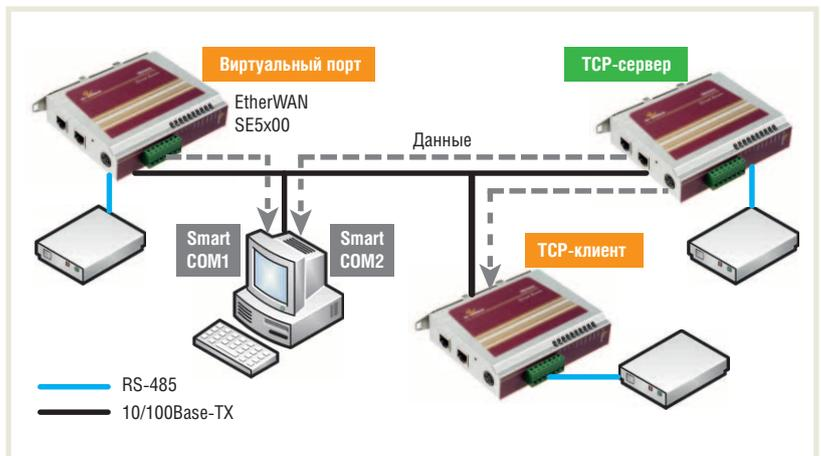

Рис. 6. Использование режима Virtual COM при соединении SPI по Ethernet
**Режим виртуального порта (Virtual COM) предназначен для работы с последовательными интерфейсами на рабочих станциях без использования аппаратного COM-порта.** Смысл в том, что с помощью утилиты Хпорт в операционной системе программно создаётся COM-порт, который можно использовать как аппаратный. Сам же аппаратный порт находится на удалённом SPI. Схема возможного применения такого режима показана на рис. 6. На рабочей станции установлен-